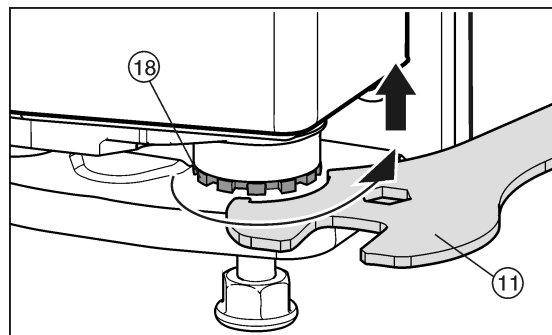

Fig. 30
- Para levantar la puerta, desenrosque hacia la derecha el perno de cojinete Fig. 30 (18) con la llave de boca Fig. 30 (11) suministrada. El perno de cojinete se entrega completamente enroscado.